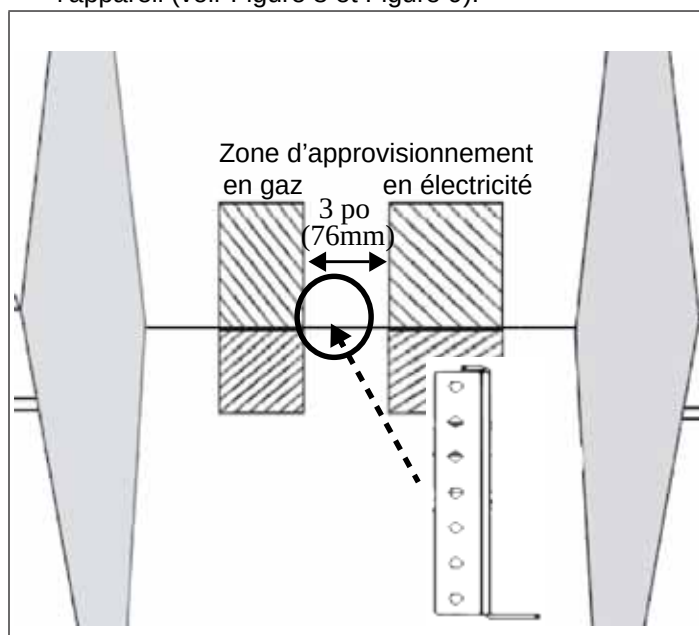
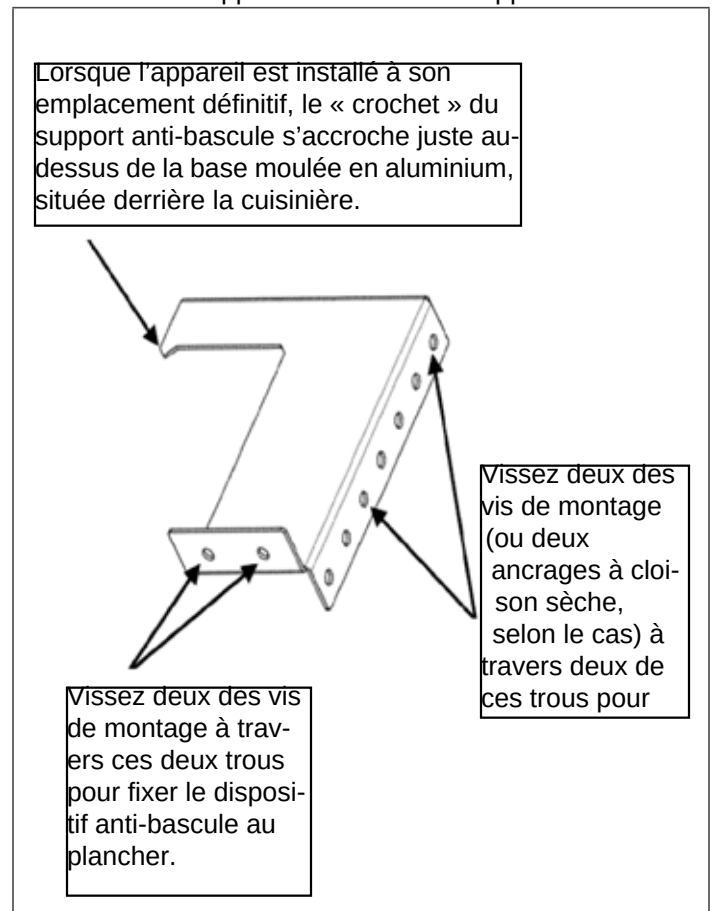

FIGURE 8: Emplacement pour le montage du support anti-basculé
FIGURE 9: Support anti-bascule
- Dans tous les cas, vous devez utiliser au moins deux vis de montage pour fixer le support anti-basculé au plancher, ou deux vis de montage (ou ancrages pour cloison sèche) pour le fixer au mur situé derrière l'appareil (voir Figure 8 et Figure 9).
2. Placez le support sur le plancher près du centre de l'endroit où l'appareil sera installé (illustré sur la Figure 8).